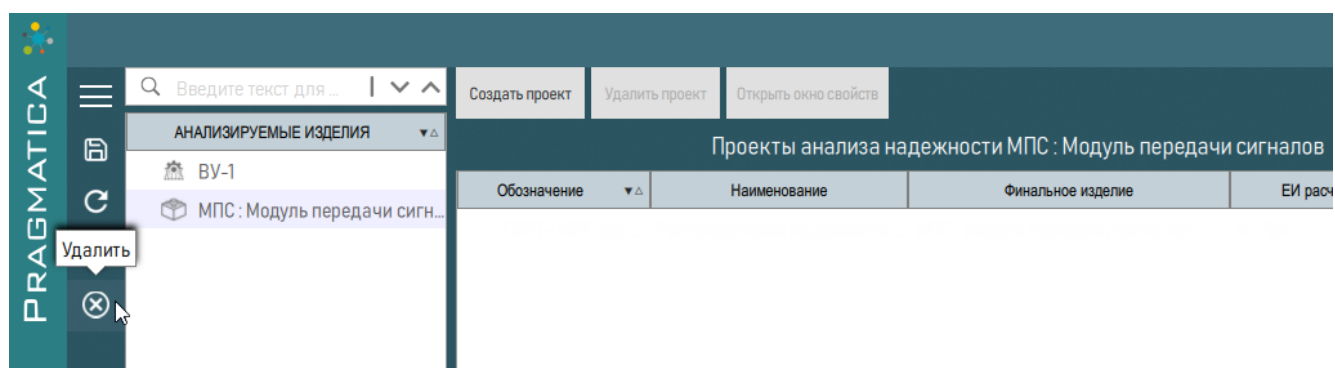

Рисунок 120 – Удаление финального изделия
- 1) В левой рабочей области выбрать финальное изделие, свойства которого необходимо удалить, затем на панели инструментов нажать кнопку «Удалить» (рисунок 120).